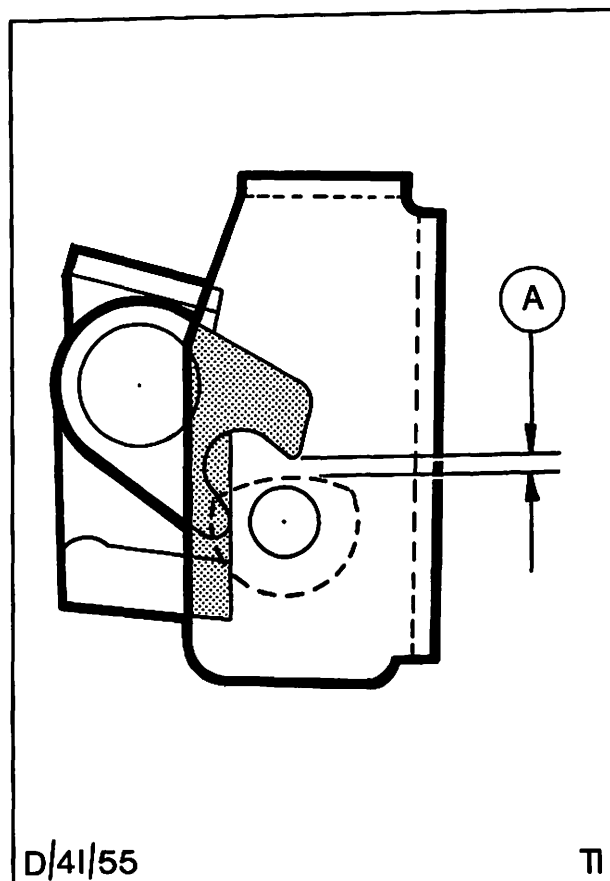

Abb. 54 A = Abstand zwischen Schließklaue und Schließdorn
4. Mit der Schließklaue in der ausgelösten Stellung Abstand zwischen Klaue und Schließdorn messen (Abstand A in Abb. 54). Dieser Abstand soll 2,0 mm betragen und wird am zweckmäßigsten mit einer aus Plastikkitt geformten Meßkugel kontrolliert, die auf den Schließdorn gesetzt und nach leichtem Schließen und Öffnen der Tür in der angeprägten Höhe gemessen wird.